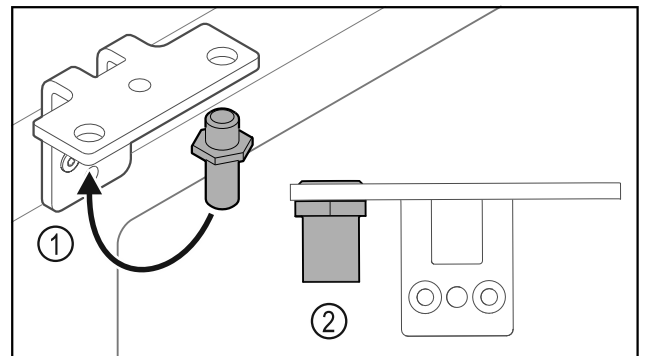

Fig. 30
- ▶ Cambiar la posición del perno Fig. 30 (1) en la escuadra de bisagra.
- ▶ Apretar el perno Fig. 30 (2) con un **par de 12 Nm**.